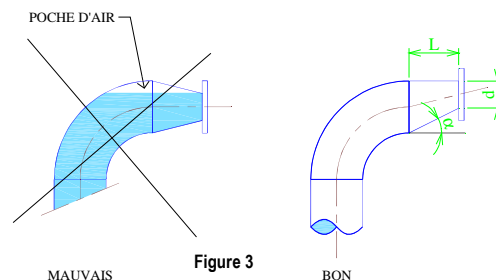

Figure 3
- o type excentré (génératrice supérieure horizontale) pour éviter la formation de poches d'air (figure 3) ;
- o angle  $\alpha$  inférieur ou égal à 20° (figure 3).